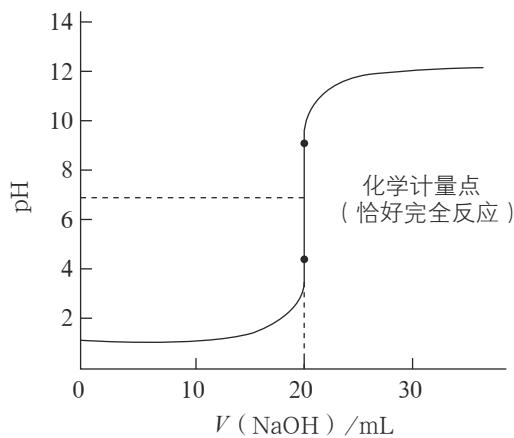

图3-4-7 用NaOH溶液滴定盐酸过程中溶液pH的变化曲线
1. 某小组同学用pH传感器监测上述实验过程中溶液pH的变化，得到的pH变化曲线如图3-4-7所示。请解释曲线的变化趋势。